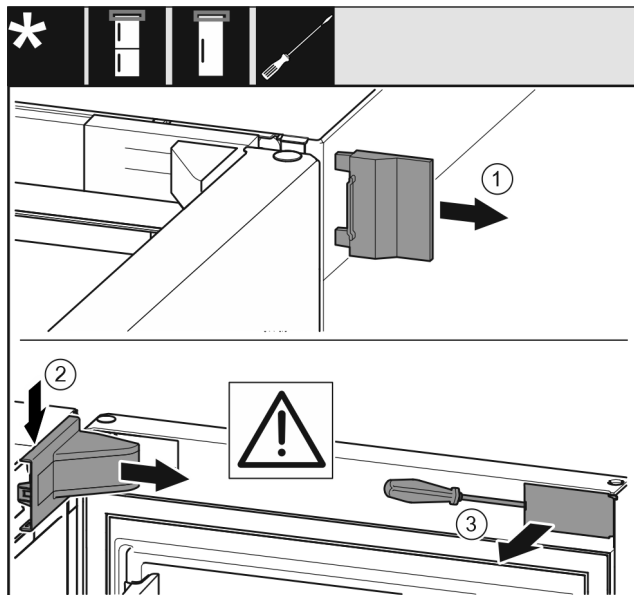

Fig. 12 *
► Vegye le a külső fedelet Fig. 12 (1).*
► Pattintsa ki és vegye le a csapágybak fedelét Fig. 12 (2).*
► Pattintsa ki a takarólemezt Fig. 12 (3) lapos csavarhúzóval, és fordítsa oldalra.*